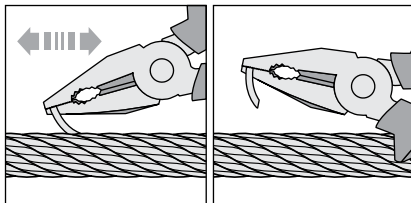

Рисунок 11.
- Концы оборванных в процессе эксплуатации наружных проволок необходимо удалить из каната, сгибая их вперед-назад плоскогубцами до тех пор, пока проволоки не сломаются глубоко в зазоре между двумя наружными прядями (рис.11).